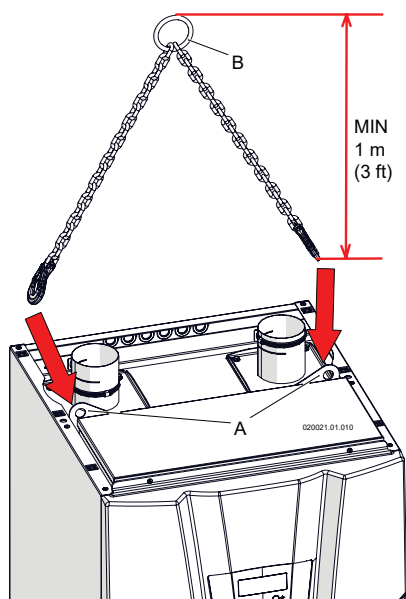

Figura 5-5 - Sistema di sollevamento
Per praticità di installazione è presente una staffa (particolare "A" di Figura 5-5), che permette il sollevamento dell'apparecchio.
- 2.- agganciare delle funi di sollevamento "B" Figura 5-5;
- 4.- Una volta posizionato correttamente l'apparecchio, prima di applicare la copertura superiore, occorre rimuovere le funi di sollevamento (particolare "B" di Figura 5-5).